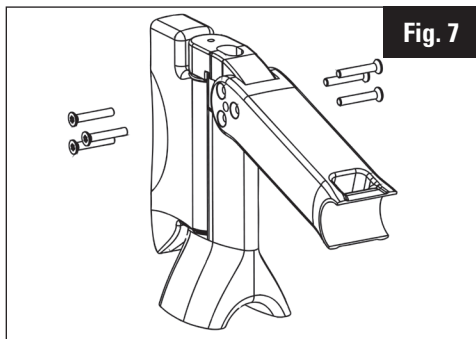

Fig. 7
7. Aligner les trous de la potence avec les trous des cônes (Fig. 7).